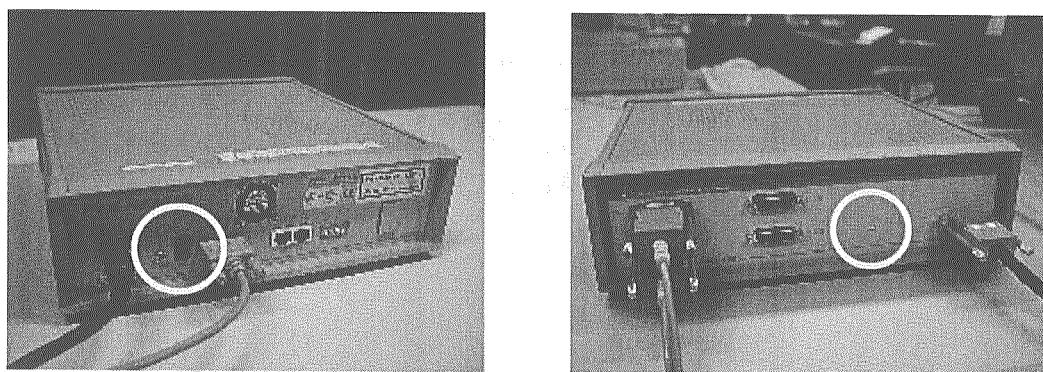

図 7-2 磁気センサー (Fastrack)
- (3) 磁気センサー (Fastrack) の電源を投入します。(図 7-2 左)
背面インジケータランプが緑色に点灯していることを確認してください。(図 7-2 右)